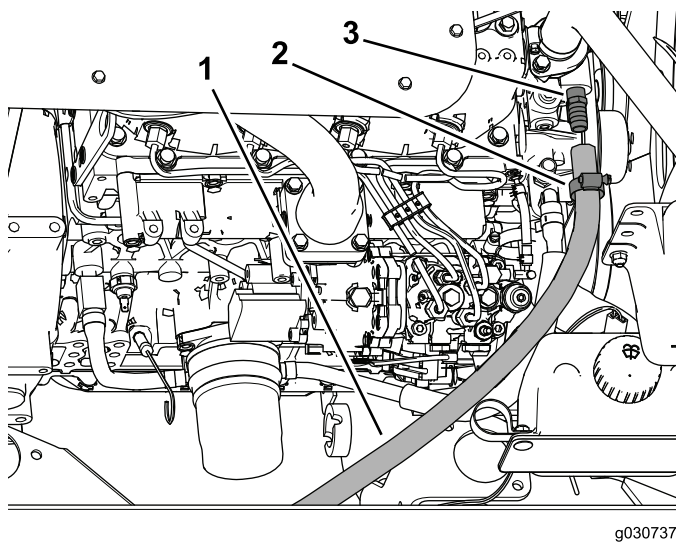

图39
5. 将软管夹滑动到供水软管上，然后将软管插入接头 (3/8 NPT x 0.625 倒钩)，如图39所示。